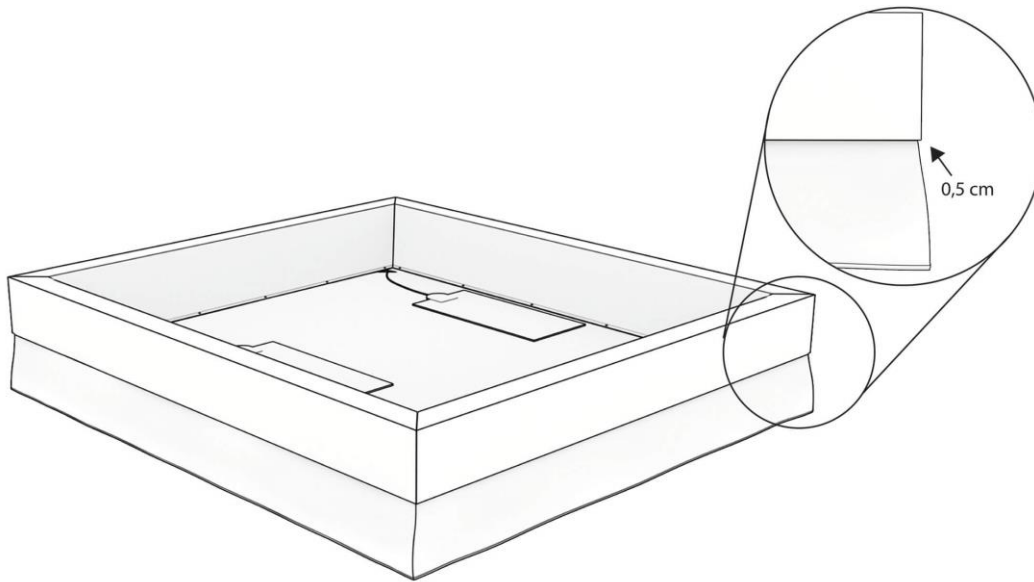

Abbildung 12: Positionieren des Schaumrandes
Schritt 13. Positionieren Sie die Schaumstoffumrandung wie in Abbildung 12 dargestellt. Der Schaumstoffrand ragt auf allen Seiten ca. 0,5 cm über den Rand des Bezugs hinaus.